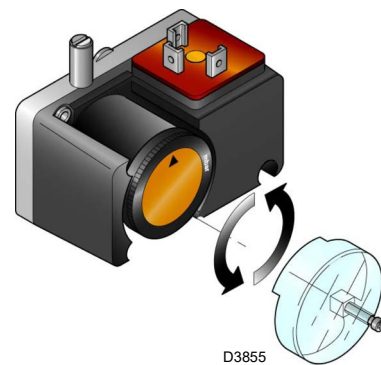

Abb. 30
- Regeln Sie den Minimal-Gasdruckwächter (Abb. 30 auf Seite 32) auf den Skalenanfang.
Den Gas-Mindestdruckwächter (Abb. 30) nach erfolgter Einstellung des Brenners, der Gasventile und des Stabilisators der Gasarmatur einstellen.